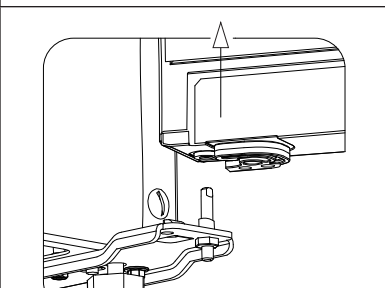

Рисунок 11
13. Снимите нижнюю дверь с оси нижнего кронштейна (см. рисунок 11).